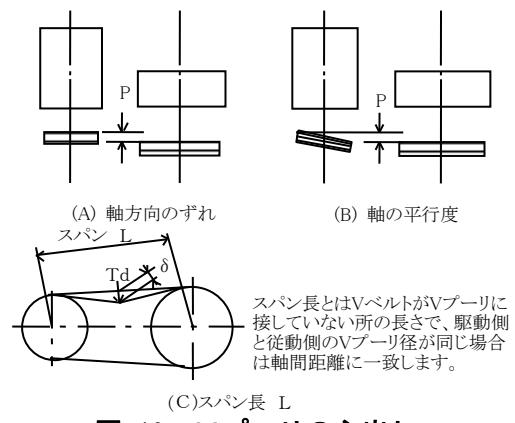
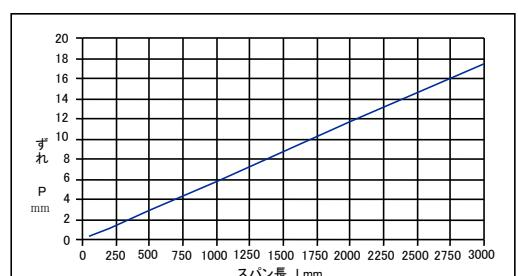
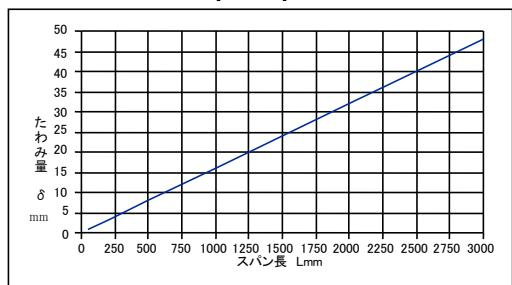

図 10 Vブーリの心出し
図 11 Vブーリのずれ許容寸法
図 12 Vベルトの必要たわみ量 (δ mm)
- (1) ファンは工場で正しく心出し調整して出荷していますが、据付終了後再調整してください。
- (2) Vブーリのミスアライメントは、Vベルトの寿命を縮める要因になりますので、正確に調整をしてください。ミスアライメントには、Vブーリの軸方向のずれと軸の平行度の2つが含まれます。図10 (A) が軸方向のずれで、同図 (B) が軸の平行度です。それぞれのずれの許容寸法 (P mm) は、同図 (C) に示されるVブーリ間のスパン長 (L mm) により、図11に示された値以下といたします。Vベルトを張った後で許容寸法を確認してください。ずれPは、極力小さく調整してください。
- (3) Vベルトは、取付張力が不足するとスリップが発生しやすくなり、Vベルトの寿命に影響を与えます。また、張力が高すぎるとVベルトの寿命を縮めるだけでなく、軸荷重が過大になり、軸受の寿命を縮めます。Vベルトの張り調整は次の手順により行います。
- ・たわみ量 (δ mm) はスパン長 (L mm) をはかり、図12より求めます。